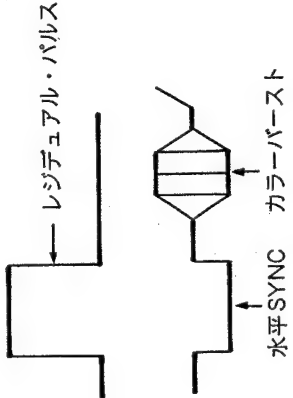

図 15 レジデュアル・パルスの位相
Q5 に出力されたクロマ信号は, アナログ・スイッチャー IC2 (⑩ピン) に入力されます。スイッチャのコントロール端子 (③ピン) には BJ 基板の SW1 が ON になっている時, 水平 SYNC と同位相のパルス (図 15) が入力され, これによって水平 SYNC と期間のスクリーニングが行われます。